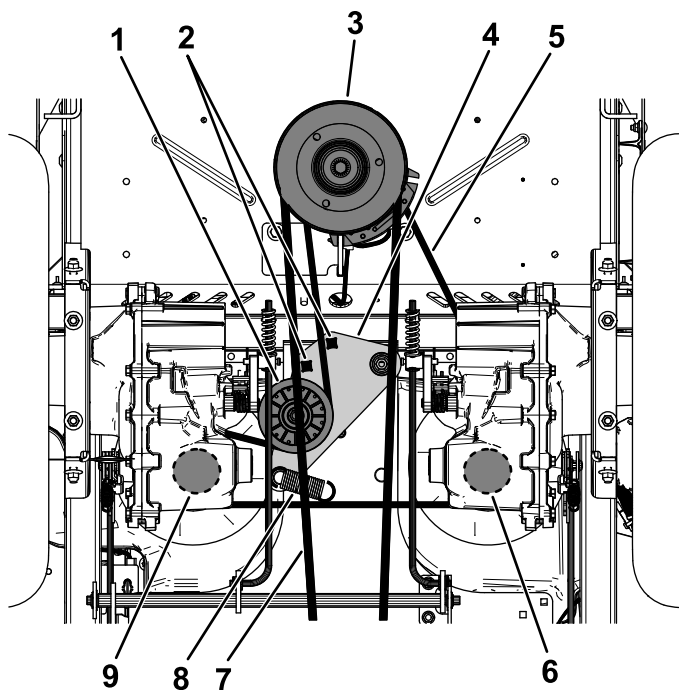

Figura 79
5. Utilice una llave de carraca de $\frac{1}{2}$ " o similar en uno de los orificios cuadrados del brazo tensor para aliviar la tensión del muelle tensor (Figura 79).
6. Retire la correa existente de la polea tensora, de las 2 poleas de transmisión de la bomba hidráulica y de la polea del motor (Figura 79).
7. Instale la correa nueva alrededor de la polea tensora, la polea del motor y de las 2 poleas de la bomba hidráulica (Figura 79).